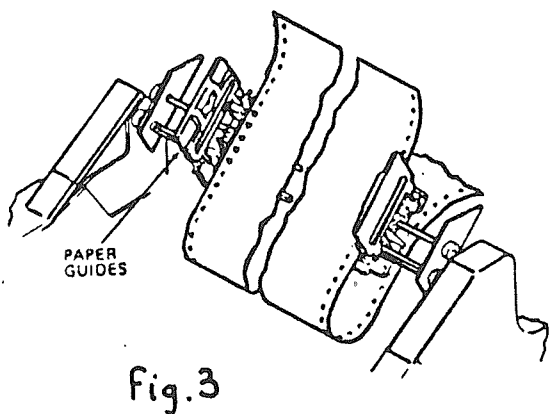

Fig. 3
- Ouvrir les guides et positionner le papier (voir fig.3).